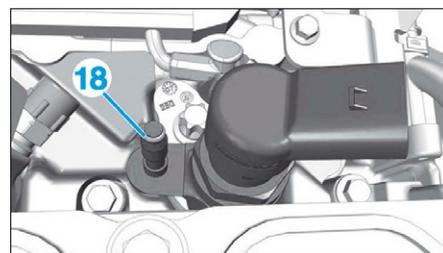

FIG. 54
- Lubrifier les joints d'étanchéité (18) des tuyaux de retour carburant sur les injecteurs à l'aide d'huile moteur (Fig.54).